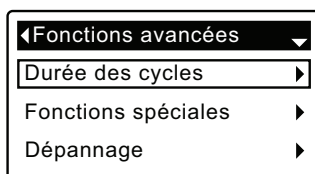

FIG. 51
3. Appuyez sur le SÉLECTEUR (O) pour afficher le menu des fonctions avancées (cf. Figure 51).